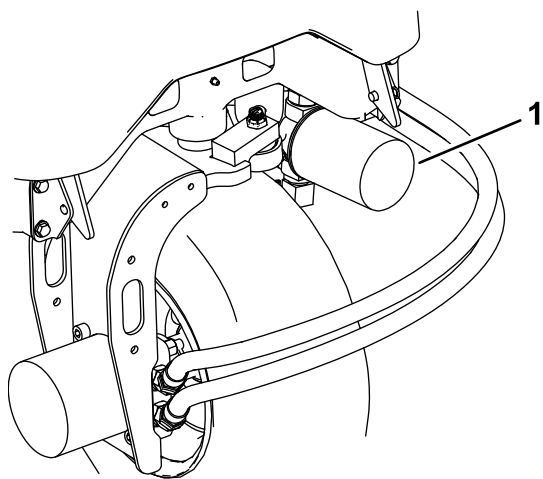

Figura 64
3. Limpie alrededor de la zona de montaje del filtro, coloque un recipiente debajo del filtro y retire el filtro (Figura 64).
2. Desconecte el tubo hidráulico o retire el filtro hidráulico y deje fluir el aceite hidráulico en un recipiente apropiado (Figura 64 y Figura 65).